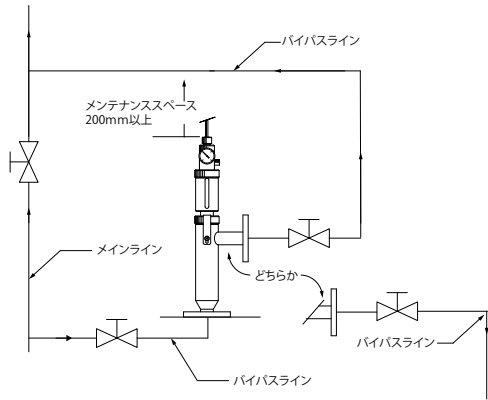

図 1
- ・流通形ホルダの設置はメインラインからバイパスラインを設け、流通形ホルダの下方から測定液が流入して側方に流出するように設置してください。流入側及び流出側には必ず、バルブを設けてください。【図 1】参照